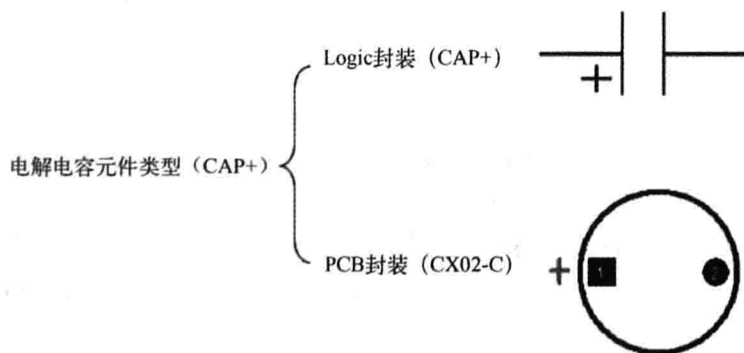

图 3-62 电解电容的元件类型
- (2) 创建一个电解电容元件类型, 如图 3-62 所示。PCB 封装采用软件自带元件库: Common 中的“CX02-C”。